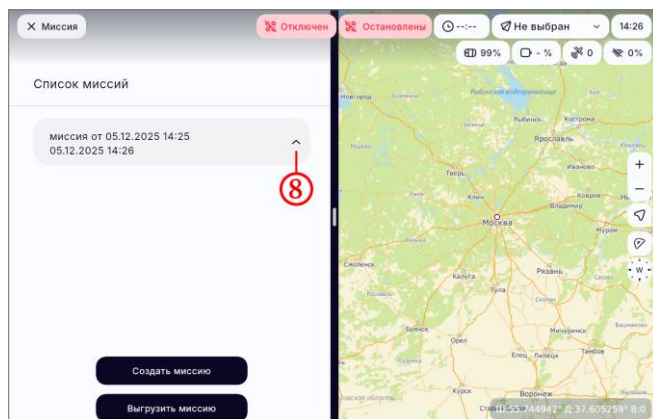

Рисунок 45
- нажать на кнопку  на форме миссии (рисунок 45, шаг 8). Если кнопка отсутствует – перейти к следующему шагу;